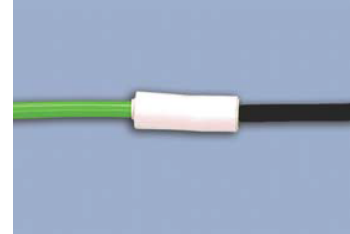

Bild 1
- Absetzstelle mit Schrumpfschlauch, dabei auf angepasste Temperatur des Heißluftgebläses achten, oder alternativ mit Gewebeband o. dgl. umwickeln (**Bild 1**).